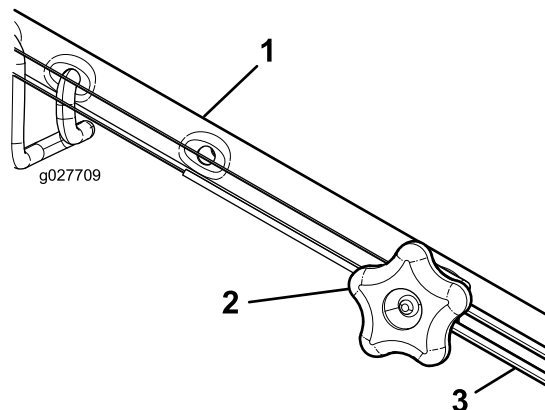

Рисунок 37
1. Поверните ручку регулировки против часовой стрелки, чтобы ослабить затяжку троса (Рисунок 37).
2. Отрегулируйте натяжение троса (Рисунок 37), потянув его назад или вперед, затем удерживайте в этом положении.